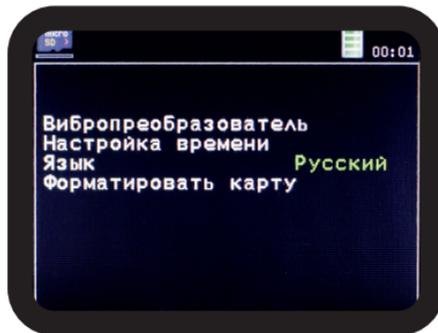

Рисунок 20. Меню «Настройки»
2.2.14 Меню «Настройки» содержит информацию о текущих установках прибора (Рисунок 20). В данном меню имеется возможность установить параметры вибропреобразователя, изменить язык интерфейса, установить дату и время, форматировать карту памяти.